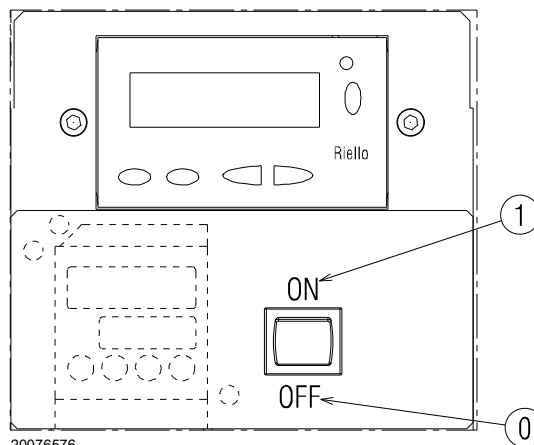

Fig. 26
Fermer les thermostats/pressostats et mettre l'interrupteur de la Fig. 26 en position «1/ON».
- mettre l'interrupteur de la Fig. 26 en position «0/OFF» et attendre que l'appareil effectue la phase d'extinction;
Le brûleur est en état d'attente de demande de chaleur ou le sélecteur «0-1» (Fig. 26 à la page 30) est sur la position «0».